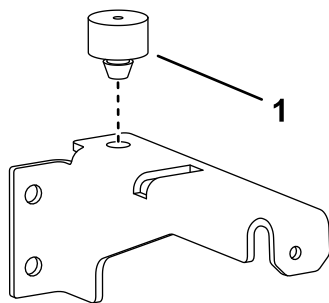

図 8
2. 左ポッドブラケットにバンパーを取り付ける **図 8**。
4. 左ポッドブラケットにバンパーを取り付ける 図 8。